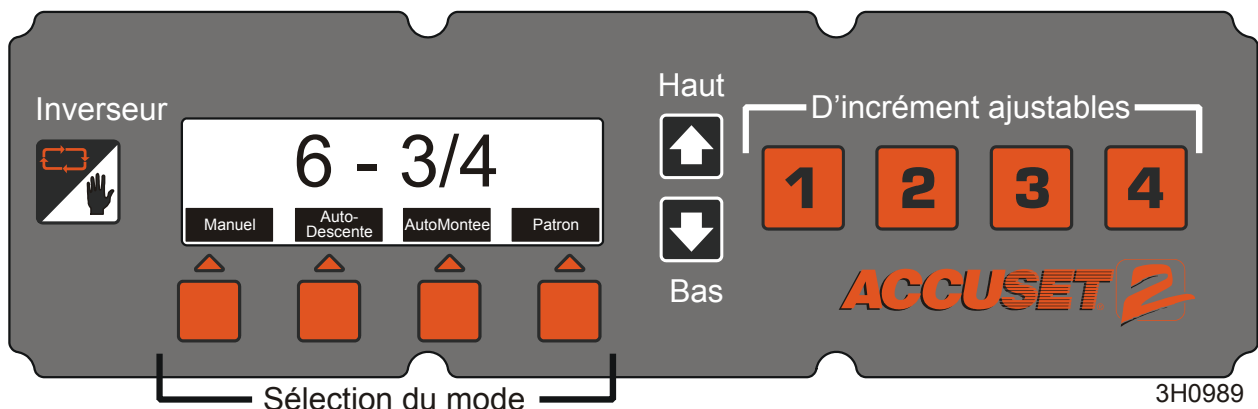

FIGURE 1-1
Voir Figure 1-1 Placez la clé de contact sur la position accessoires (3). on DC mills or (#1) position on AC mills L'Accuset démarre en mode Manuel par défaut. Voir la figure ci-dessous pour l'identification des boutons de commande et l'affichage.